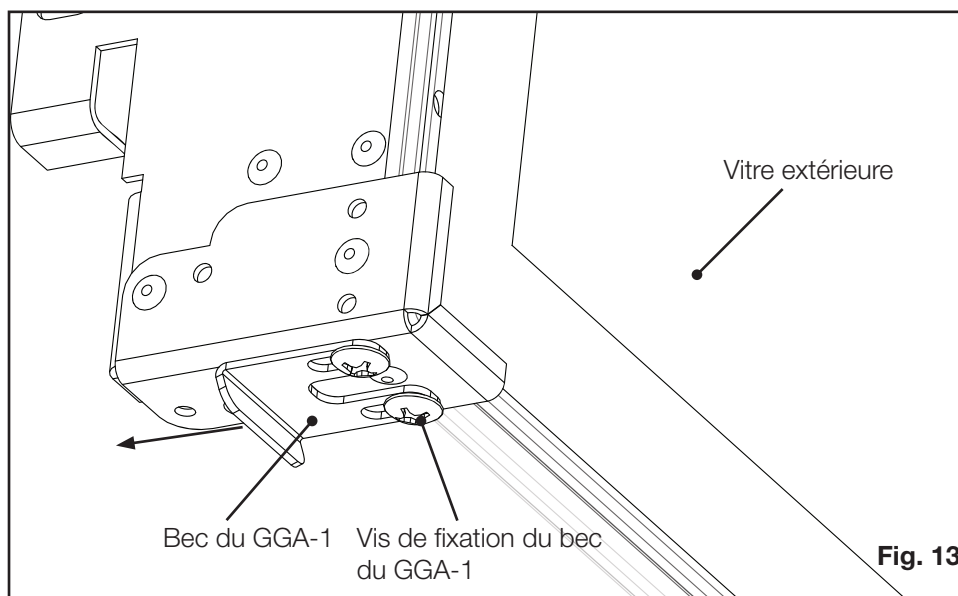

Fig. 13
10. Les becs du GGA-1 doivent être installés vers l'appareil. Il peut être nécessaire de desserrer les vis de fixation des becs au bas de chaque côté du GGA-1 et de les faire glisser jusqu'en arrière du GGA-1. Resserrez les vis de fixation (**Fig. 13**).